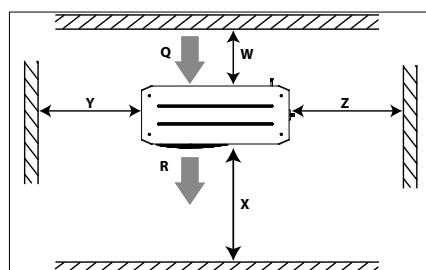

Figura 1: Distanțe minime de montare
- Asigurați spațiu adecvat în jurul grupului pentru circulația aerului și deschiderea ușilor. Consultați figura 1 pentru valori minime ale distanței până la perete.